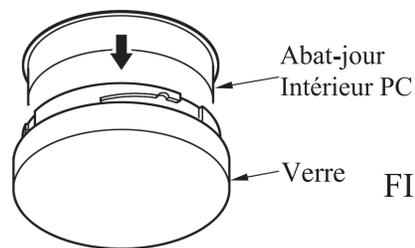

FIG.22
6. Placez la visière PC blanche intérieure dans la visière transparente extérieure.(Voir fig.22)